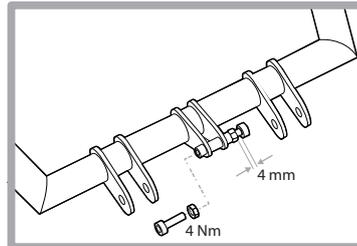

Figure 2
2. Montez les ancrages à ressort sur le cadre de la béquille à l'aide de la vis M5x0,8-16L et de l'écrou M5. Placez chaque tête de vis à environ 4 mm de l'écrou. Maintenez la vis en place (à l'aide d'une clé hexagonale de 4 mm) et serrez l'écrou du cadre à 4 Nm (à l'aide d'une clé de 8 mm) (figure 2).